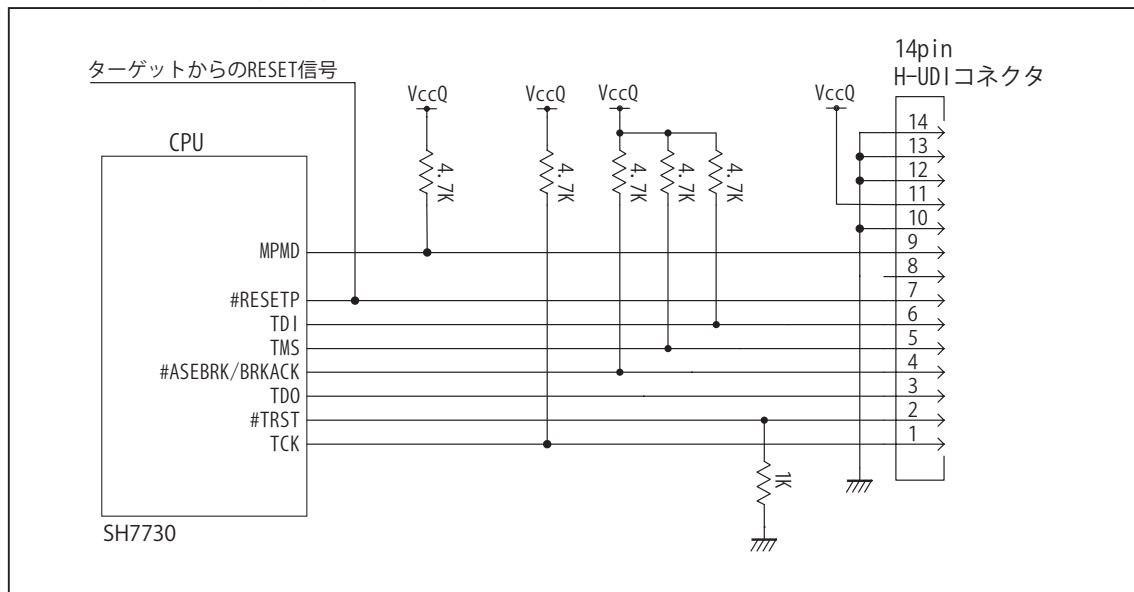

図4. H-UDI コネクタ接続図
- ・ 図4に記載されている抵抗値は参考値です。
・図4、図5 リセット信号名を修正。誤「#PRESET」正「#RESETP」